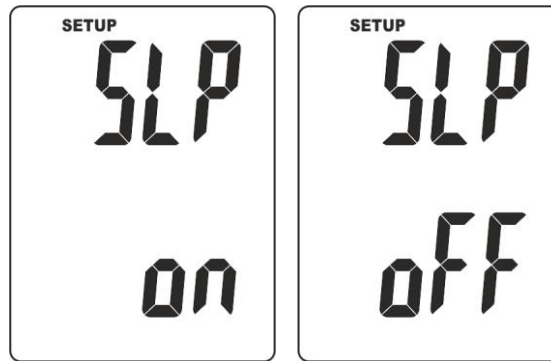

Fig. 5: Attivazione/disabilitazione autospegnimento
8. Premere il tasto **ENT** al termine per confermare il valore dell'area del condotto. La seguente videata (vedere Fig. 5) è mostrata